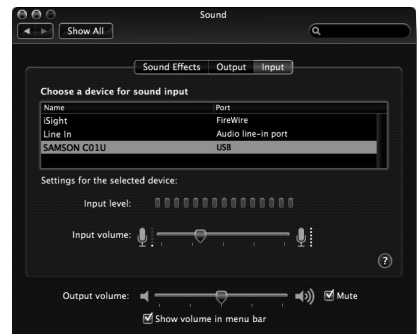

Figure 3
4. Cliquez maintenant sur l'onglet d'Entrée et sélectionnez le C01U (figure 3).